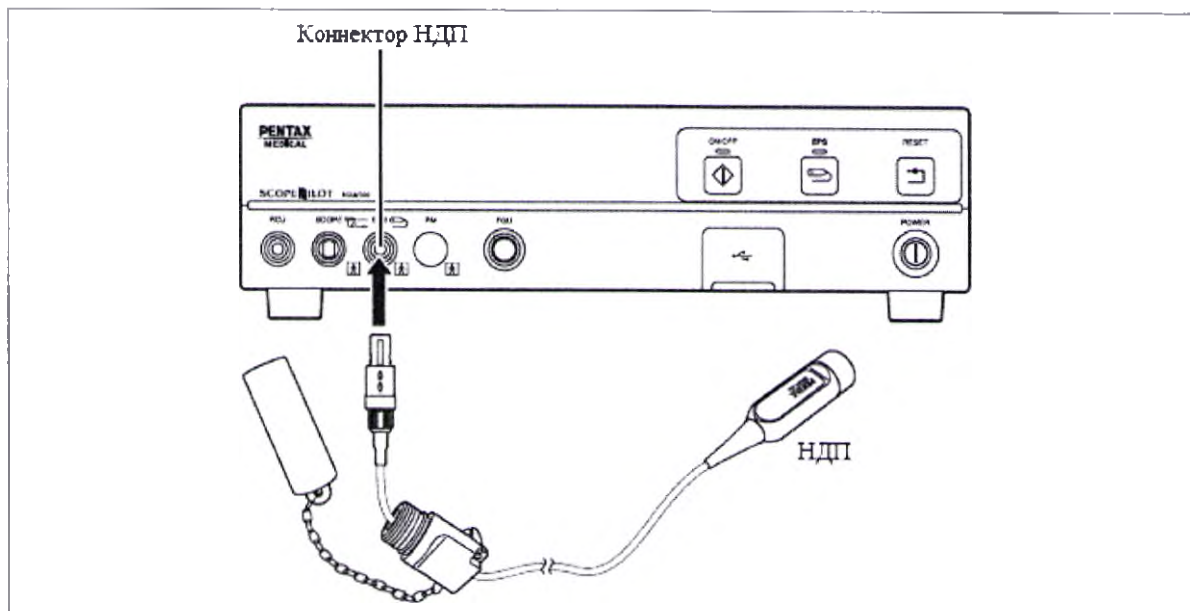

Рисунок 3.6
1. Подсоедините НДП к разъему EPS (НДП) на задней панели УУН (см. рисунок 3.6).